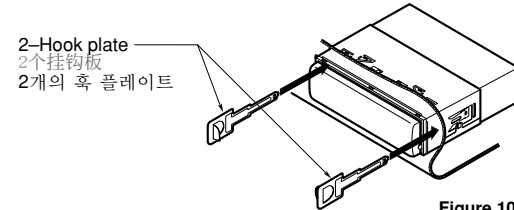

Figure 10 / 图 10 / 그림 10
- Insert and lock the hook plates. (Figure 10)
- 插入并锁定挂钩板。（图 10）